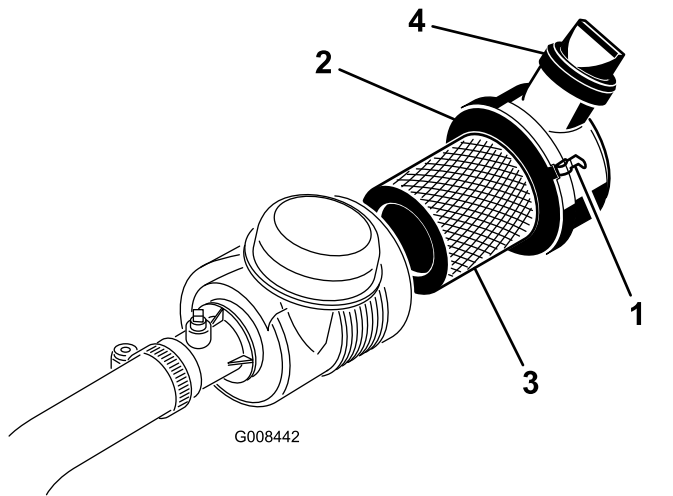

図 30
- エアクリーナのカバーをボディーに固定しているラッチを外す(図 30)。
- カバーとボディがラッチで確実に固定されていることを確認する 図 30。